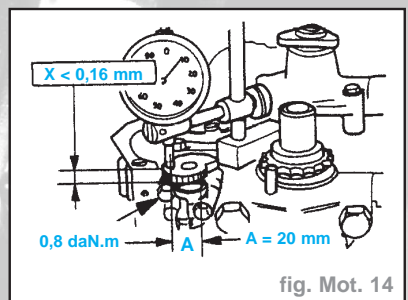

fig. Mot. 14
- Mesurer le parallélisme en deux points espacés de (A) (fig. Mot. 14).